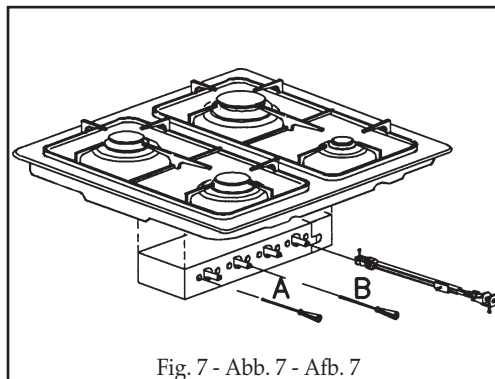

Fig. 7 - Abb. 7 - Afb. 7
- pour le réglage au minimum, tournez à l'aide d'un tournevis approprié la vis qui se trouve sur le robinet (Fig. 7) après avoir
- bei der Einstellung des Mindestwertes, den Hahnhebel auf das Minimum drehen und die Einstellschraube am Hahn mit entsprechendem Schraubenzieher drehen (s. Abb. 7). Bei Betrieb mit Flüssiggas
- para la regulación del mínimo, usar un destornillador apropiado en el tornillo puesto sobre la llave (Fig. 7) después de averlo girado en la posición de mínimo.
- teneinde het minimum in te stellen draait men met een schroevendraaier de schroef aan de kraan (z. afb. 7), nadat deze op het minimum gedraaid werd. Bij toestellen die op vloeibaar gas (butaan/propan) werken moet
- para a regulação do mínimo agir com uma oportuna chave de parafuso sobre o parafuso colocado na torneira (Fig. 7) depois de o ter rodado à posição mínimo. Para